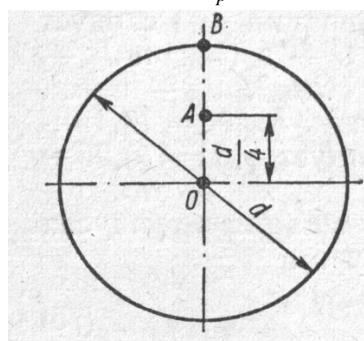

Рис. 12.
3. Укажите, для какой точки поперечного сечения (рис. 12) можно вычислить напряжения по формуле
4. Во сколько раз напряжение в точке А (рис. 12) меньше напряжения в точке В?